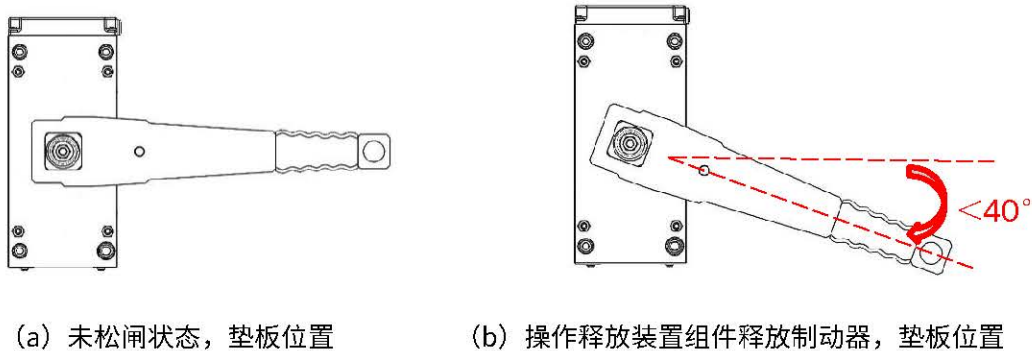

图 8-6 松闸时，垫板位置状态
- 通过往下压连杆，释放左、右两个制动器至打开状态（制动器打开状态确认：即释放时，听到微动开关动作声音后，即为制动器已释放至打开状态。此时切勿再使劲往下按压连杆）。如图 8-6（b）所示，手动松闸时，释放杆的旋转角度应小于 40° ；
- 当松闸装置组件使用完毕后，应确认垫板处于未松闸状态，如图 8-6（a）所示；
- b) 手动松闸操作完毕后，应确认制动器处于未松闸状态（如图 8-6，a），并确保限位销处于竖直方向；最后拆卸掉松闸装置，否则可能导致制动器失去部分甚至全部制动力，非常危险！
- c. 通过往下压释放杆，释放左、右两个制动器至打开状态（制动器打开状态确认：即释放时，听到微动开关动作声音后，即为制动器已释放至打开状态。此时切勿再使劲往下按释放杆）。如图 8-6（b）所示，手动松闸时，释放杆的旋转角度应小于 40° ；
- e. 当松闸装置组件(松闸装置由 2 个释放杆组成)使用完毕后，应确认垫板处于未松闸状态，如图 8-6（a）所示；